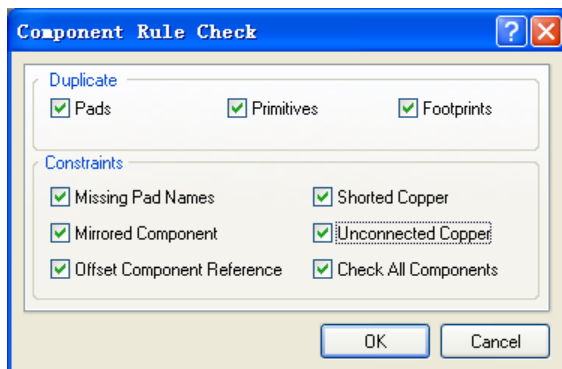

图5-36 在封装应用于设计之前对封装进行查错
- ❖ (1) 使用这些报表之前，先保存库文件。
- ❖ (2) 执行Reports→ Component Rule Check命令（快捷键为 R,R）打开Component Rule Check对话框，如图5-36所示。
- ❖ (3) 检查所有项是否可用，单击OK按钮生成PCB FootPrints.err文件并自动在Text Editor打开，系统会自动标识出所有错误项。
- ❖ (4) 关闭报表文件返回PCB Library Editor。